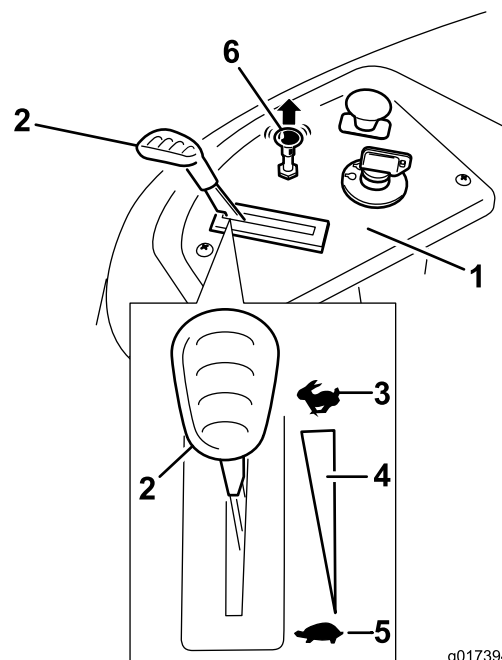

Bild 14
3. Ziehen Sie den Choke heraus, bevor Sie einen kalten Motor anlassen (Bild 14).